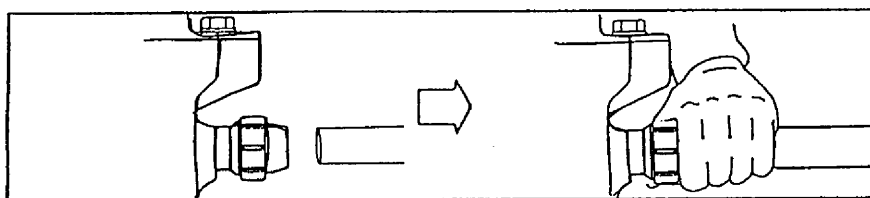

図 8
③袋ナットを本体に 2～3 山位ねじ込んだ状態になるまで緩めた後、管を差し込みます。（図 8）